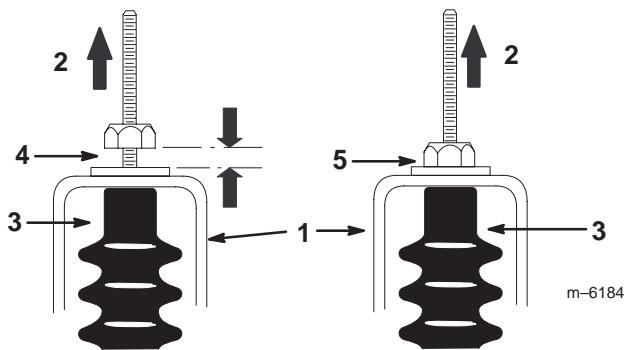

Figure 19
5. Tirez sur chaque câble pour vous assurer qu'il n'y a pas d'espace entre l'écrou/rondelle et la patte de réglage du point mort (Fig. 19). S'il y a un espace, serrez l'écrou.